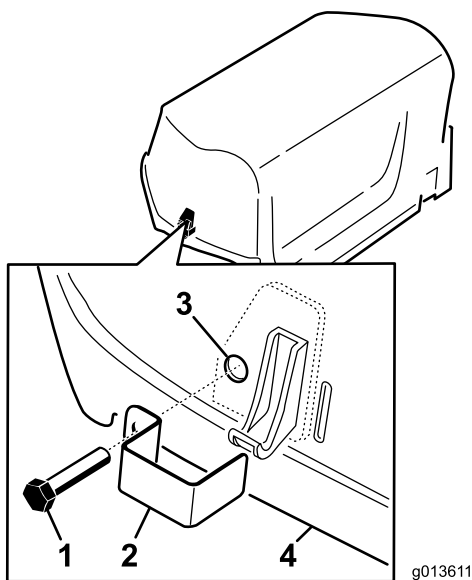

图7
1. 用带头螺栓共 2 个将门锁盖安装到左、右机罩门锁上图7。
2. 用钳子或可调扳手将内锁定垫圈拧到各个螺栓12个螺纹以固定螺栓图7。